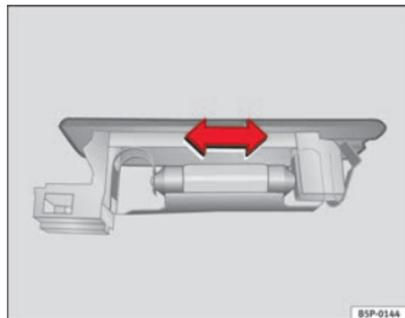

Fig. 167 Luz maletero
- Presione la lámpara lateralmente y extráigala del alojamiento ⇒ fig. 167.